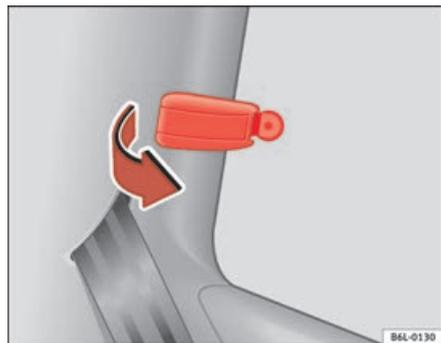

Fig. 53 Levetta di sbloccaggio del deflettore ad apertura meccanica
- Tirare in avanti la levetta di sbloccaggio ⇒ **fig. 53** nella direzione indicata dalla freccia, tenendola nello stesso tempo premuta verso l'esterno. La levetta deve fissarsi con uno scatto di innesto. La leva fa uno scatto quando il finestrino è mezzo aperto o completamente aperto.